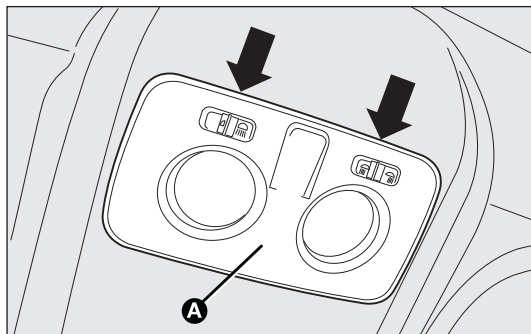
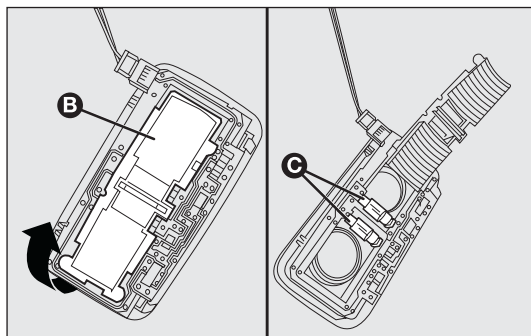

fig. 166
fig. 167
- ❑ actúe en los puntos indicados por las flechas y retire el plafón A-fig. 166;
- ❑ abra la tapa de protección B-fig. 167;
- ❑ vuelva a cerrar la tapa B-fig. 167 y fije el plafón A-fig. 166 en su alojamiento, asegurándose de que se bloquee.